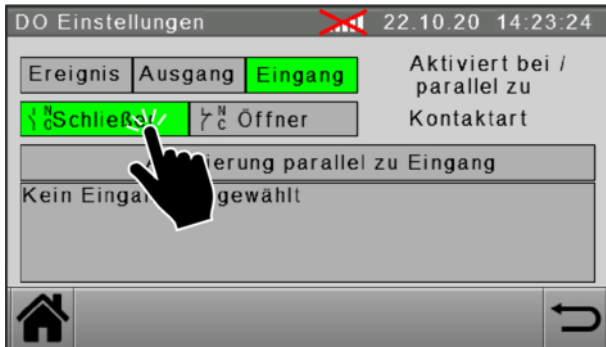

Abb. 82: DO Einstellungen - Eingang / Kontaktart
3. Kontaktart des Ausgangs wählen (siehe Abbildung 82).